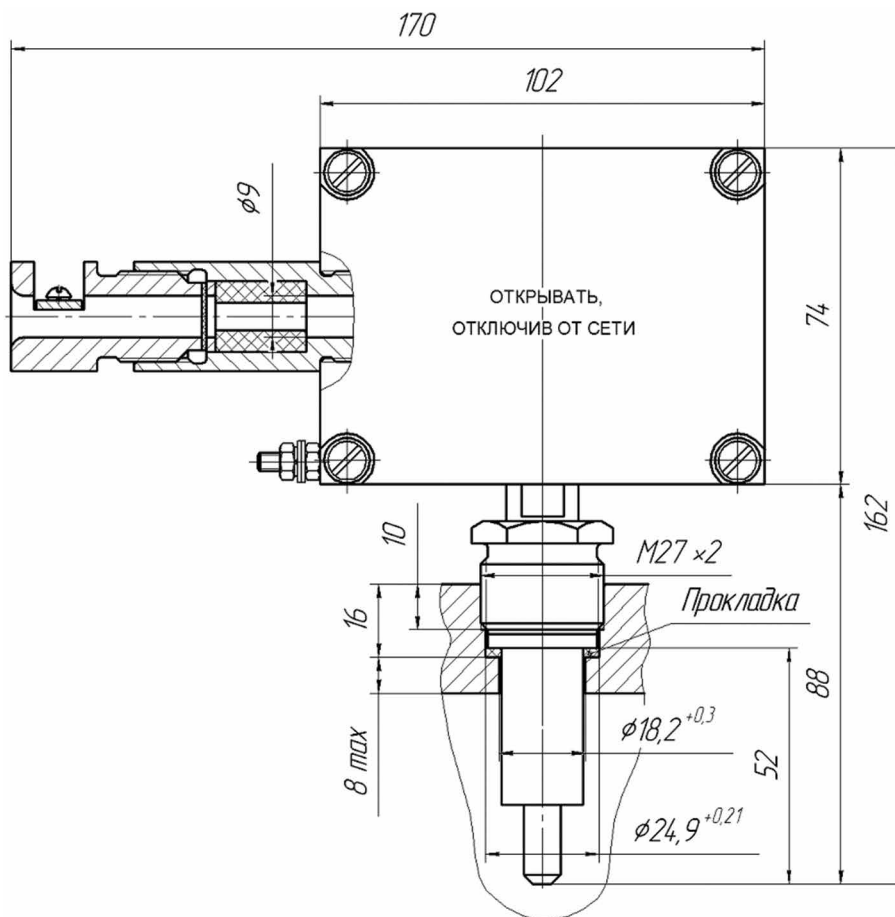

Рисунок 2. Монтаж реле
- Крепление реле осуществляется при помощи гайки с резьбой М27х2 и уплотняется прокладкой из комплекта монтажных частей (см. рисунок 2). Реле может быть установлено в любом положении. Электромонтаж производится кабелем МКШ 3х0,75 мм2 в соответствии со схемой, приведенной на рис. 3.